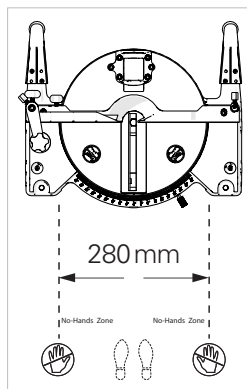

Fig. 10
3. Körper- und Handpositionierung (Abb. 10)